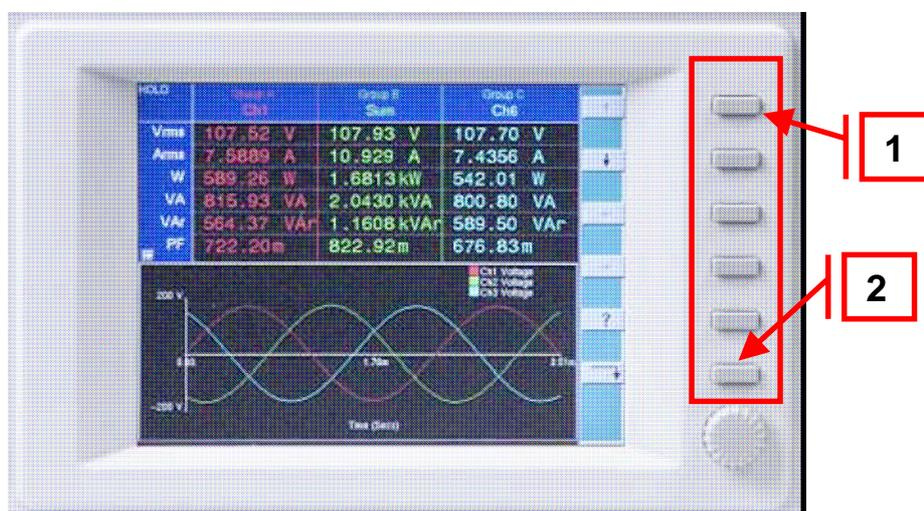

图 3.1 – PM6000 软按键
- 打开 PM6000 电源并确认分流器已被 PM6000 自动识别。通过按“Config”键 (图 3.1(3)) 然后选择“View Hardware”。你将看 30A 分流器显示在对应的通道。
PM6000 使用菜单系统控制，并通过软按键操作。软按键在图 3.1 的红色框中。按键 1 (图 3.1(1)) 是最顶端的按键，按键 6 (图 3.1(2)) 是最底下的按键。
默认的测试，电压 (Vrms)，电流 (Arms)，功率 (Watts)，伏安 (VA)，频率 (Frequency) 和功率因数 (Power Factor) 都可以看到，如图 3.1。此时输入的范围为自动模式，输入滤波为 2 MHz；并且闪烁打开。